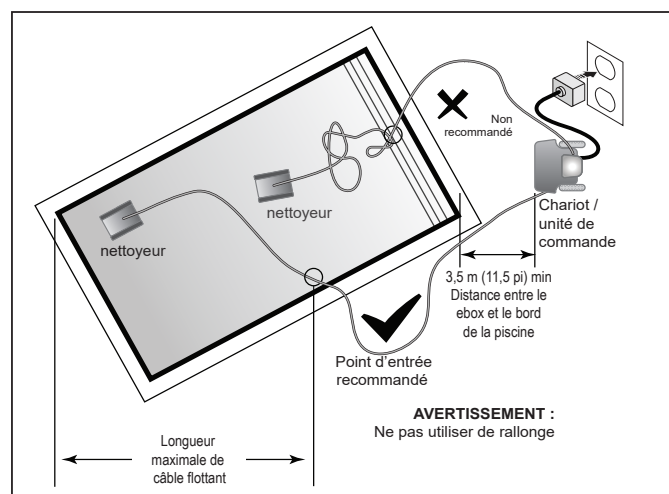

Figure 9. Point d'entrée optimal dans la piscine
**REMARQUE :** Pour obtenir une configuration optimale et réduire l'enchevêtrement, le câble flottant doit pénétrer dans l'eau près du milieu de la longueur de la piscine (Figure 9). Ne placer que suffisamment de câble dans l'eau pour atteindre le point le plus éloigné de la piscine.